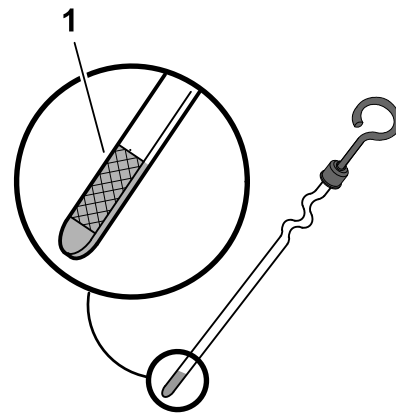

Figura 30
4. Inserite completamente l'asta di livello nel tubo dell'asta di livello (Figura 30).